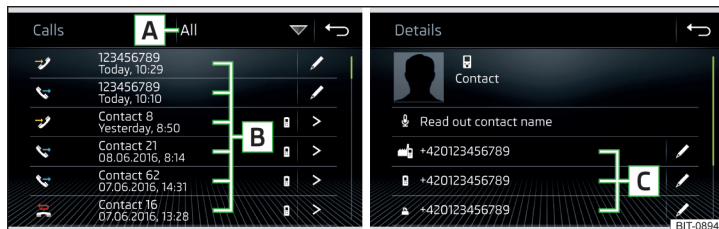

Fig. 193 Lista de llamadas / detalle del contacto
- En el menú principal *Teléfono* pulse la superficie funcional  , se muestra una lista de llamadas » fig. 193.
- > Visualización del detalle del contacto » fig. 193